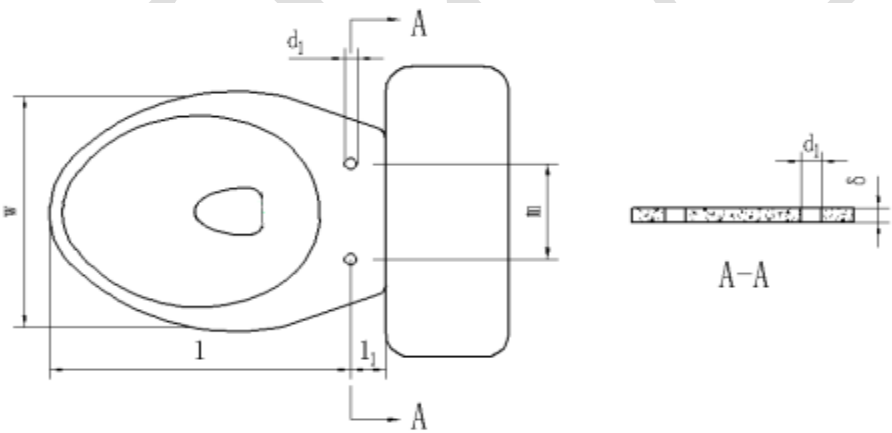
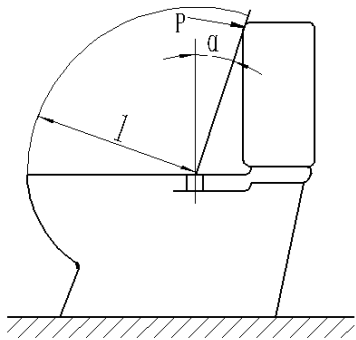
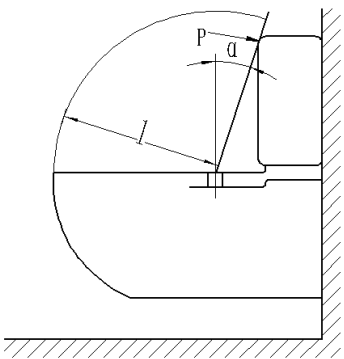

图 4 有水箱式底座示意图
图 5 落地式智能坐便器底座的 α 角
图 6 壁挂式智能坐便器底座的 α 角
4.2.1 智能坐便器盖板与有水箱式底座安装示意图，如图 4、图 5、图 6。